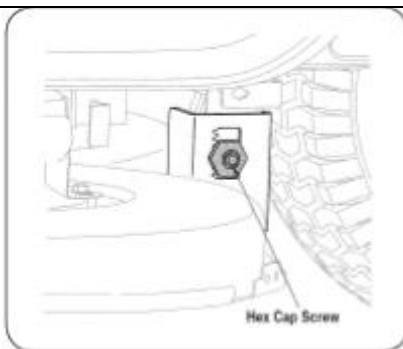

Рис. 15
3. Ослабьте, но не выкручивайте полностью винт с шестигранной головкой, расположенный на левом подвесном кронштейне деки (см. Рис.15).